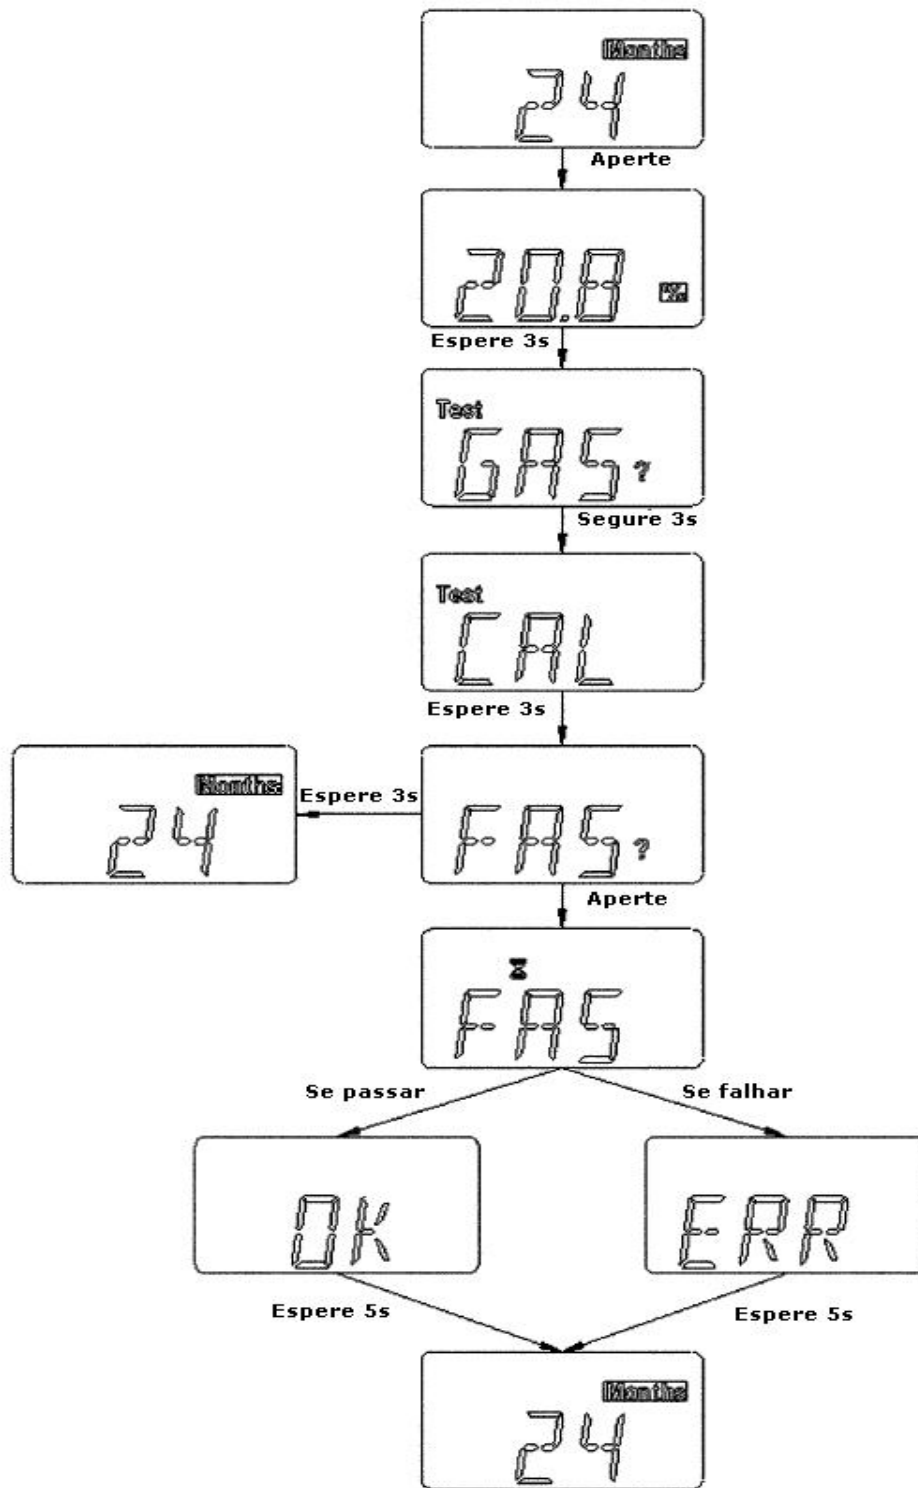

Figura 4-2. Fluxograma de Calibração (Oxigênio)
- Veja a figura 4-2 para mais detalhes